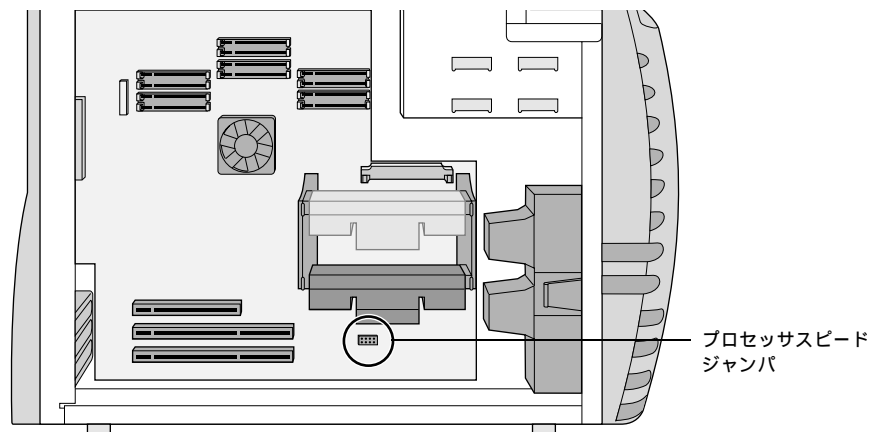

図 6-7 プロセッサスピードジャンパ
11. プロセッサスピードジャンパを、取り付けるプロセッサに合ったピンの位置に移動します。表 6-2 は、プロセッサスピードジャンパのピンの位置を示しています。図 6-7 は、システムボード上のプロセッサスピードジャンパの位置を示しています。
- プロセッサスピードジャンパが正しく設定されているかどうかを確認します（図 6-7）。